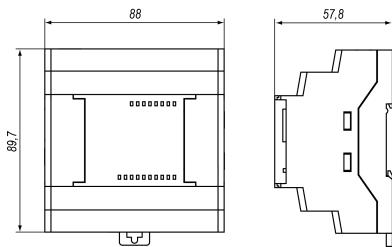

Рисунок 4.2 – Габаритні розміри
- Підготувати на DIN-рейці місце для встановлення пристрою з урахуванням розмірів корпусу (див. рисунок 4.2).